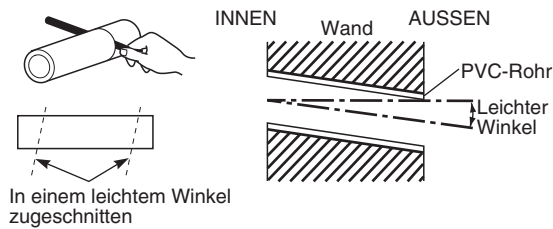

Abb. 3-21
- Die Dicke der Wand von innen nach außen messen, und PVC-Rohr leicht angeschrägt auf die Wanddicke zuschneiden. Das PVC-Rohr in die Wand einsetzen. (Abb. 3-21)